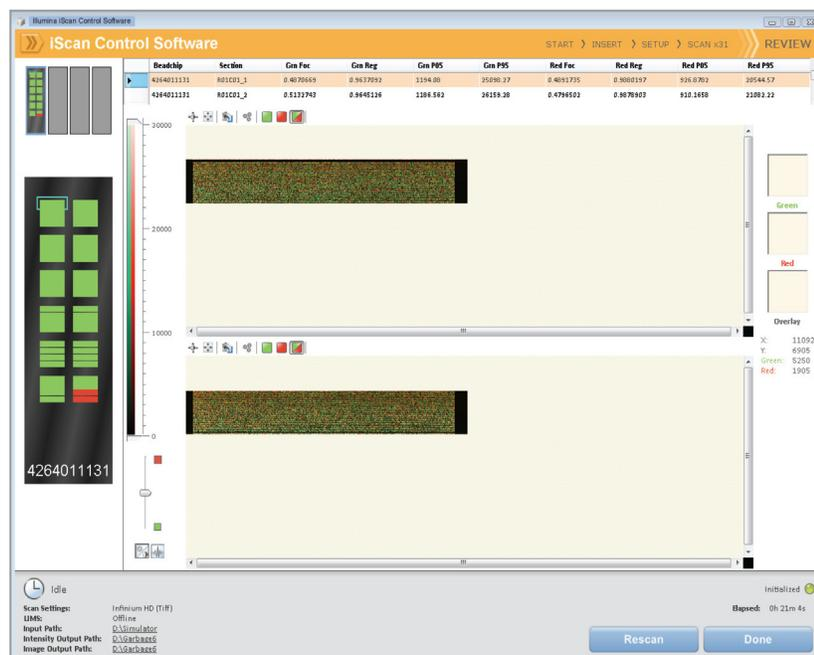

Рис. 208 Окно Review (Просмотр) с дорожками, отсканированными с ошибками
- После окончания сканирования откроется окно Review (Просмотр) (Рис. 208). Таблица Scan Metrics (Показатели сканирования) в верхней части содержит значения интенсивности, регистрации и фокуса для каждой дорожки чипа BeadChip.